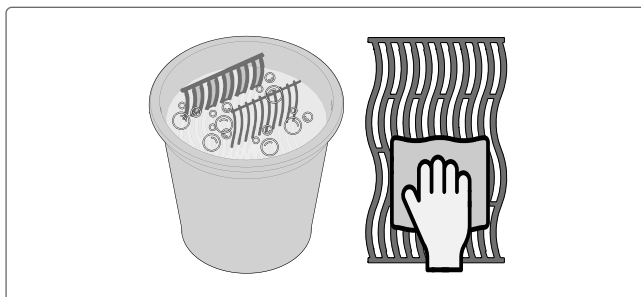

Fig. 17
2. Skyll med varmt vann og tørk grundig med en myk klut for å forhindre rust (**Fig 17**).